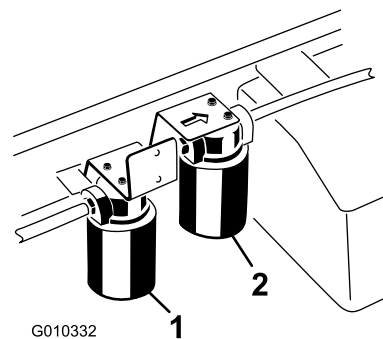

図 69
5. フィルタの下に廃油受けを置いてフィルタを外す図 69。
4. ハイフローフィルタを取り付けている周辺をウェスできれいにぬぐう **図 69**。